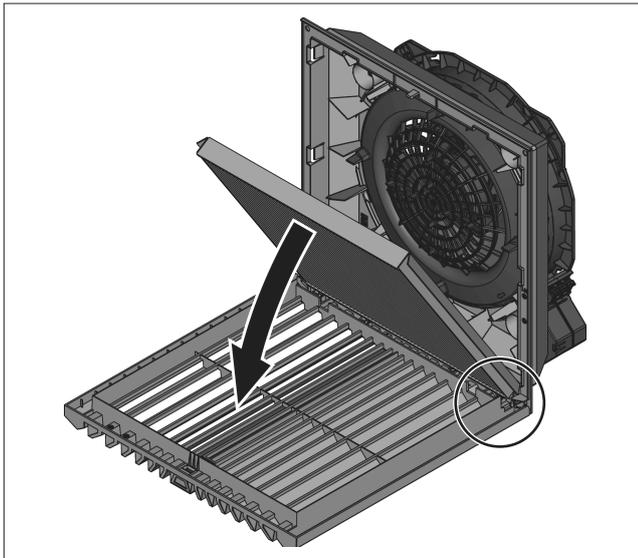

図13: プリーツフィルター IP 54 の挿入
- IP 55 の場合のみ: プリーツフィルターに付属の IP 55 用の吸収マットを、あらかじめ挿入したプリーツフィルターの上に置いてください (図13参照)。この場合、吸収マットの取り付け向きは重要ではありません。